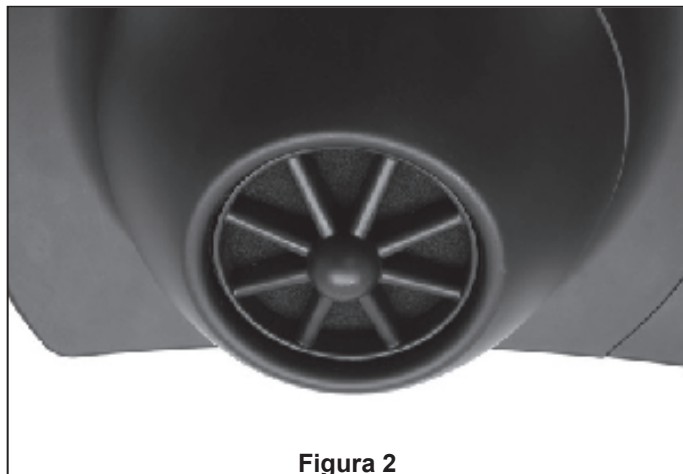

Figura 2
1. Para instalar la carcasa inferior - atornille la carcasa inferior en el conector de bombilla hasta que esté bien fijado. (Figura 2)